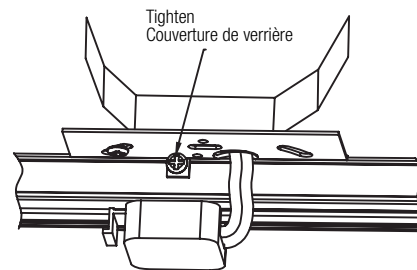

Fig. 4
3. Twist the adapter 90°, so that the polarity line on the bottom of the adapter lines up with the groove line along the side of the track face. (Fig. 4)
3. Tournez l'adaptateur de 90° afin que la ligne de polarité située au bas de l'adaptateur s'aligne avec la rainure située sur le côté de la face de la voie. (Fig. 4)